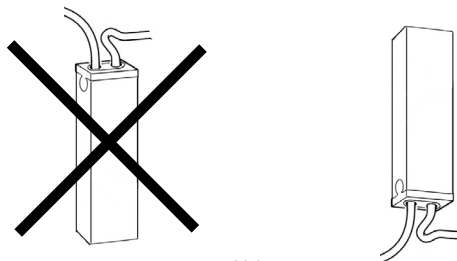

Abb. 7
- 10 Der Empfänger RC2 bedarf keiner Befestigung und kann direkt in seinem Abteil untergebracht werden; um Wasserinfiltrationen zu vermeiden, sollte er mit den Kabeln nach unten angebracht werden - siehe Abbildung 7.